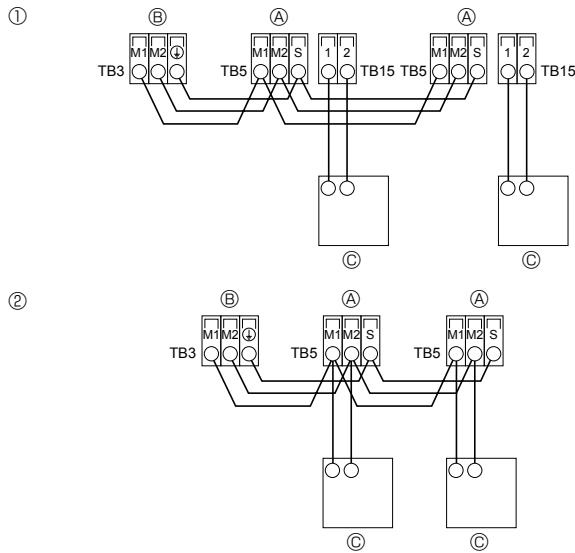
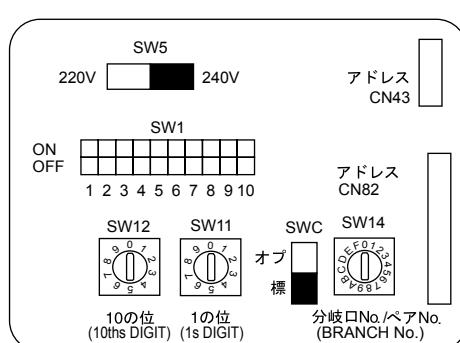

Рис. 4-3
Рис. 4-4
4.4. Подсоединение пульта дистанционного управления, кабелей передачи внутри и снаружи (Рис. 4-3)
① Пульт дистанционного управления "MA"
- ② Пульт дистанционного управления "M-NET"
4.5. Установка адресов (Рис. 4-4)
4.6. Определение температуры в помещении встроенным датчиком пульта дистанционного управления (Рис. 4-4)